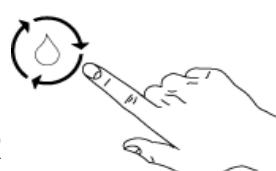

Fig.19
- 1- Sélectionner le bouton "R" lavage en continu. (Fig.19)